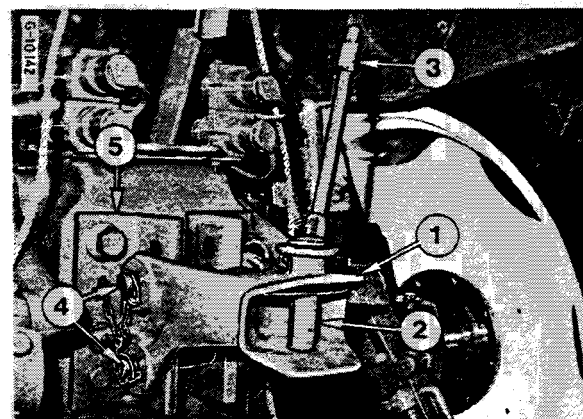

Figure 29
La chape d'attelage (1) - Figure 29 se règle en hauteur. Pour ce faire, déposez les chevilles transversales (4) et réglez la chape (1) dans les trous du support selon la hauteur désirée puis remettez les chevilles (4) en place.